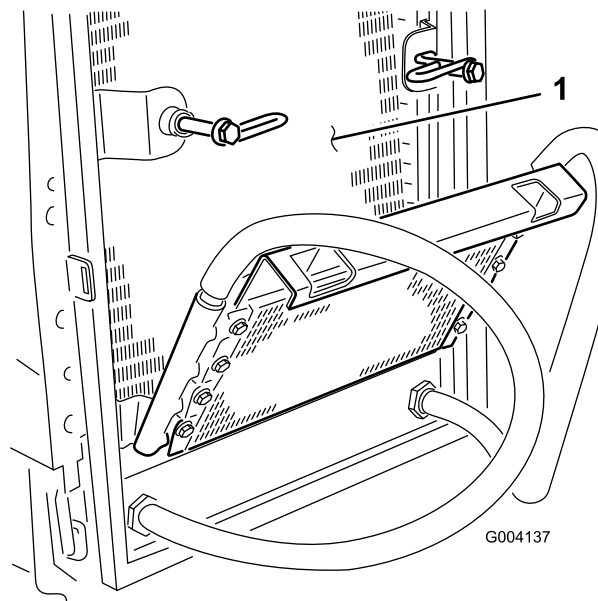

Figura 70
6. Limpie a fondo ambos lados del enfriador de aceite y del radiador (Figura 70) con aire comprimido.